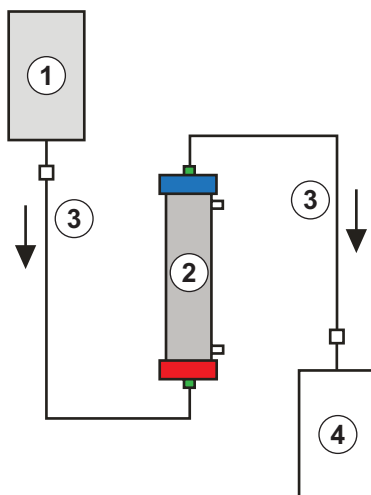

Рис. 6-4 Установка для промывки ультрафильтра
Материалы: см. условные обозначения к Рис. 6-4
2. Подключить вторую соединительную магистраль и сборный мешок, как показано на Рис. 6-4 к отверстию фильтра со стороны плазмы, обозначенному синим цветом.